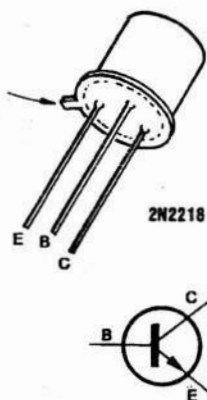

Fig. 3
- **FIG. 3 - ALGUNS COMPONENTES IMPORTANTES (E SEUS DETALHES...)** - O transistor 2N2218, utilizado no circuito do **ARRA**, é um pouquinho mais *caludo* do que os universais **BC** normalmente usados nos projetos de **APE**... Assim, é bom dar uma olhada na sua